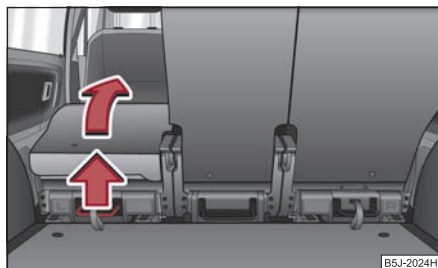

Fig. 67 Rabattre complètement le siège
- Tirez la manette ⇒ fig. 67 vers le haut et rabattez ensuite complètement le siège.